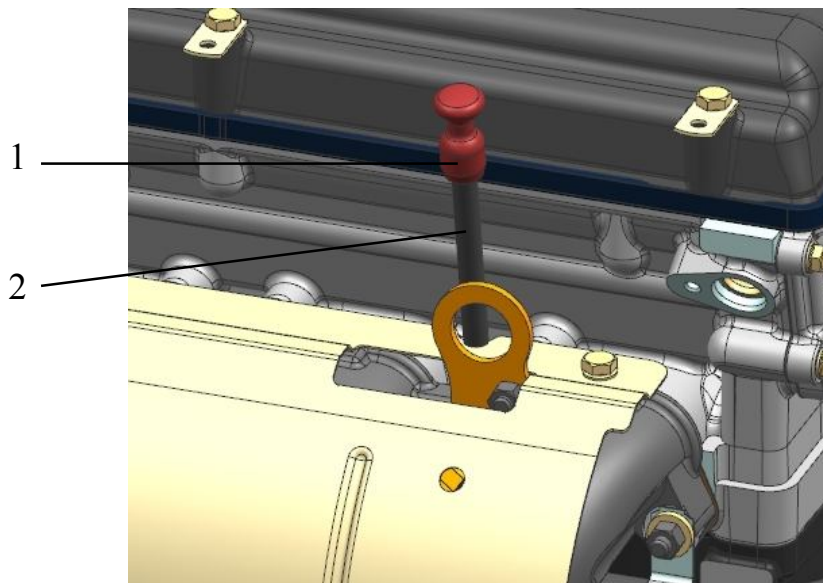

Рис.225. Установка указателя уровня масла:
**21.** Установить стержневой указатель уровня масла 1 (рис.225) в трубку 2 до упора.